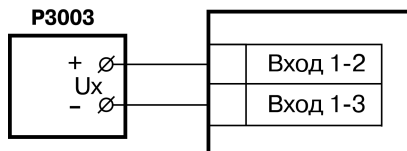

Рисунок 8.5 – Схема подключения компаратора напряжений при юстировке
1. Подключить к Входу 1 прибора вместо датчика компаратор напряжений типа P3003 (или подобный ему источник образцового напряжения с классом точности не ниже 0,05) в соответствии со схемой, приведенной на рисунок 8.5.